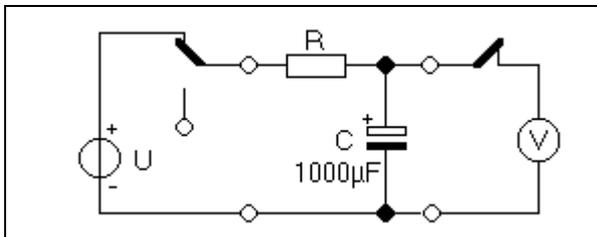

Bild 3
2. Bestimmen Sie den Isolationswiderstand des Elektrolytkondensators mit $C = 1000\mu\text{F}$ unter Nutzung der Schaltung nach Bild 3 über die Selbstentladung!